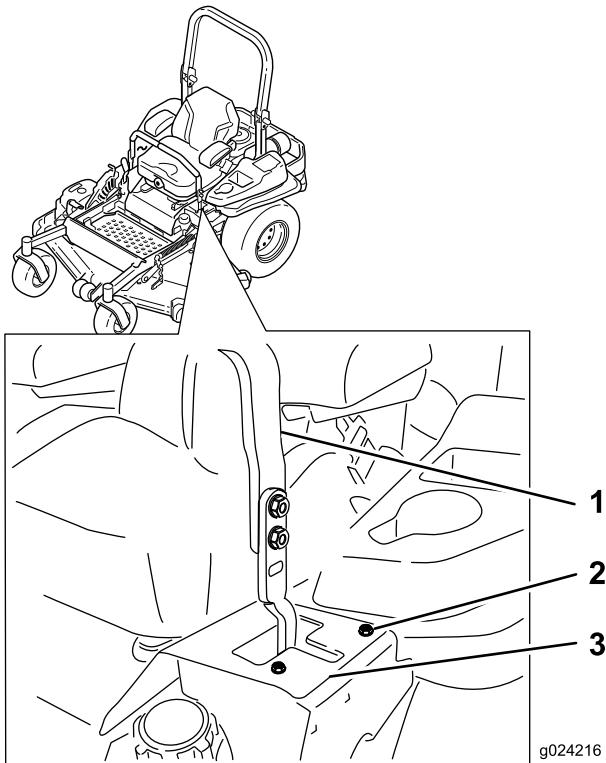

Figura 62
6. Si se desvía hacia la derecha, afloje los pernos y ajuste la chapa del tope izquierdo hacia atrás en la ranura en T de la izquierda hasta que la máquina avance en línea recta (Figura 62).
7. Si se desvía hacia la izquierda, afloje los pernos y ajuste la chapa del tope derecho hacia atrás en la ranura en T de la derecha hasta que la máquina avance en línea recta (Figura 62).
8. Apriete la chapa del tope (Figura 62).